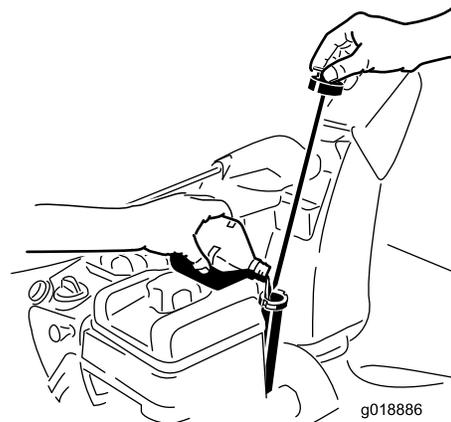

Figure 13
1. Retirez la jauge et versez de l'huile **lentement** dans le goulot de remplissage pour faire monter le niveau de liquide jusqu'au repère du plein (Full) sur la jauge. **Ne remplissez pas excessivement** (Figure 13). Voir Contrôle du niveau d'huile moteur à la section Entretien.